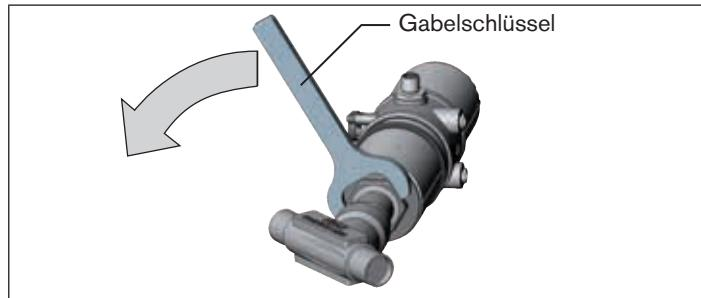

Bild 5: Drehen mit Gabelschlüssel
- Den Antrieb **nur im vorgegebenen Richtungssinn** drehen (siehe „Bild 5“)